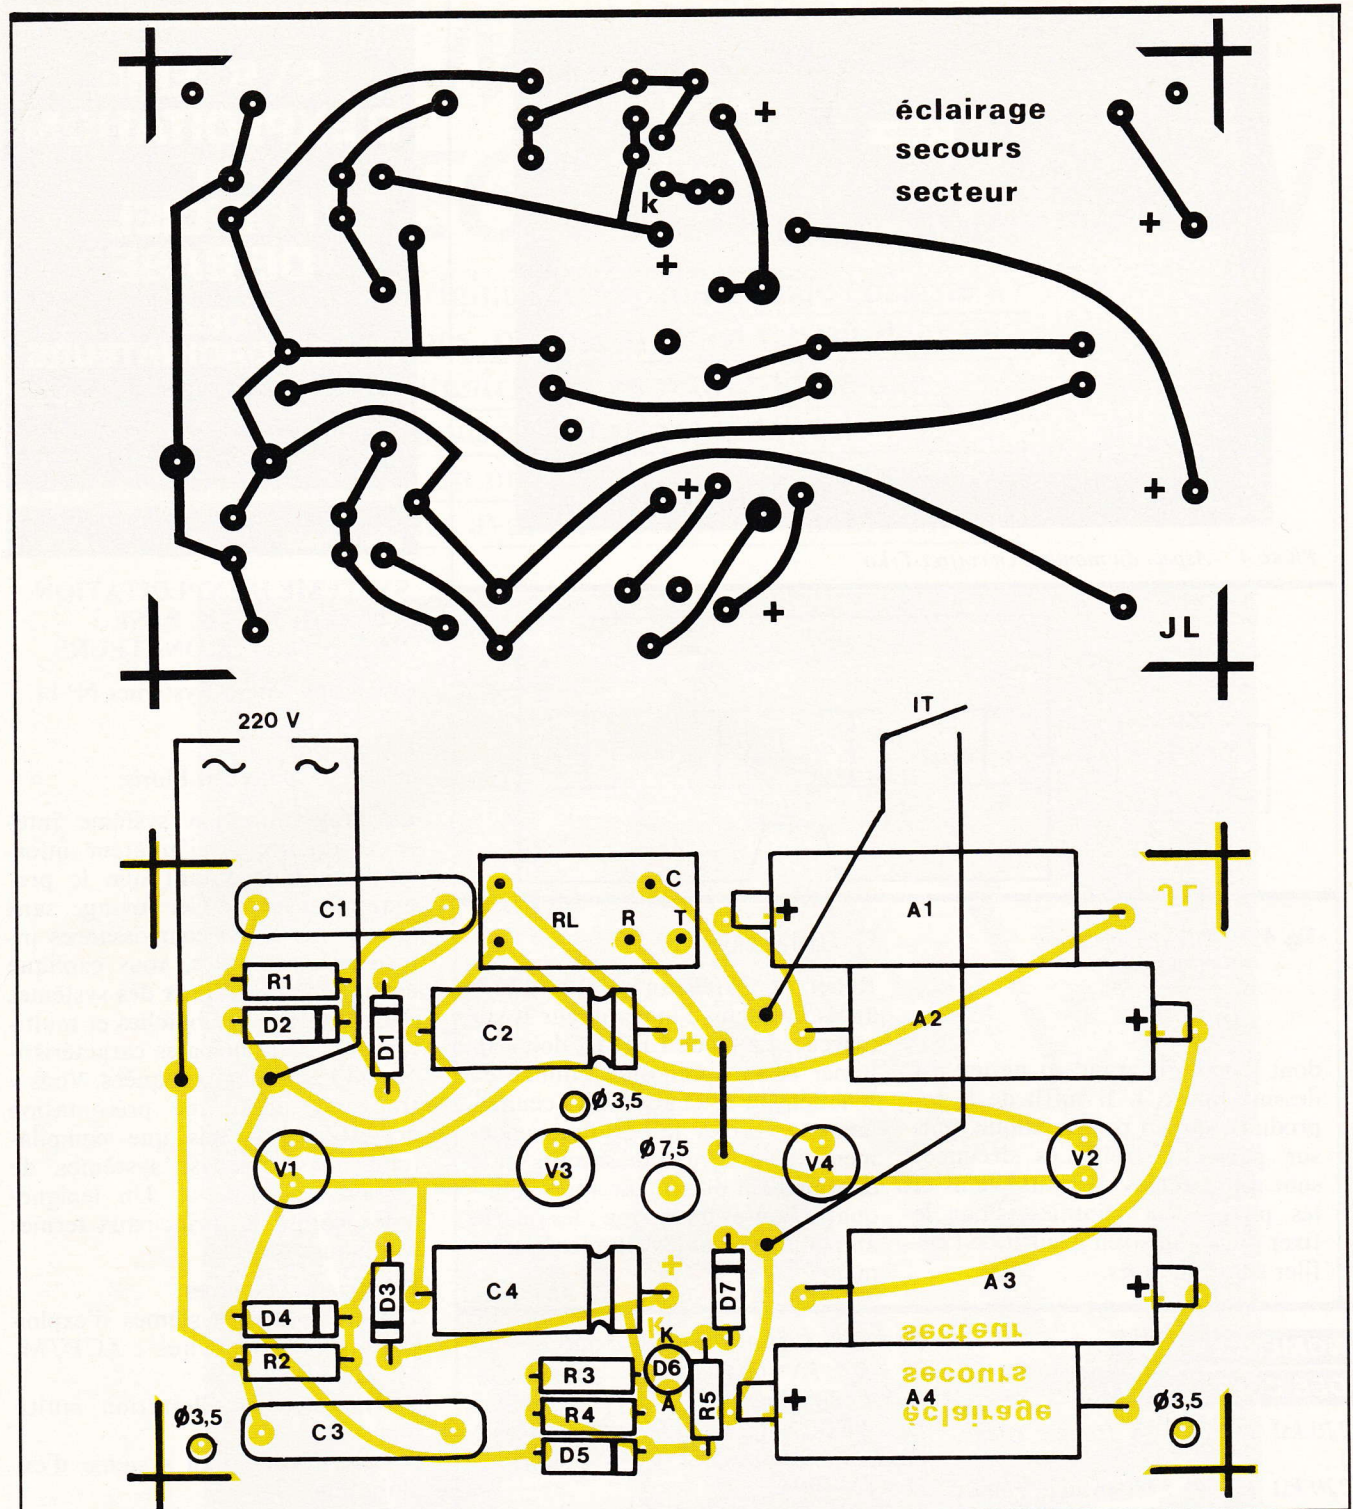

Fig. 2 Le tracé du circuit imprimé se reproduira facilement à l'aide de Fig. 3 transfert Mécanorma.
a) Le circuit imprimé (fig. 2)